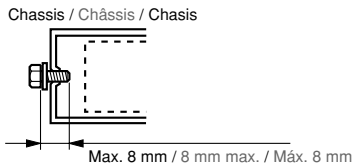

Figure 3 / Figure 3 / Figura 3
- Use the enclosed screws for installation. Using other screws can cause damage. (Figure 3)
- Utiliser les vis fournies pour l'installation. L'utilisation d'autres vis peut causer des dommages. (Figure 3)